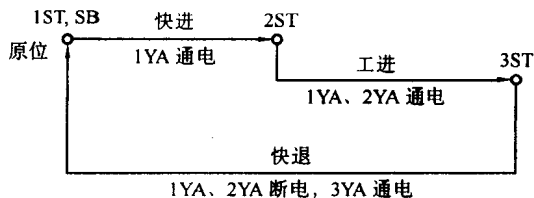

图 14.1.5
- ① 1M 先启动后, 才允许 2M 启动;
- ② 2M 先停止, 经一段时间后 1M 才自动停止, 2M 还可单独停止;
- ③ 两台电动机均有短路保护和长期过载保护。
2. 有一台专用机床动力头的工艺和控制流程图如图 14.1.5 所示, 动力头由液压系统驱动(略)。